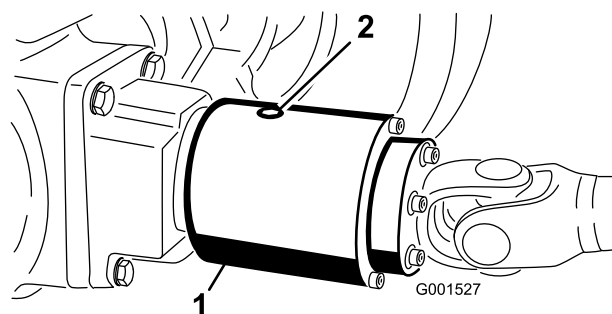

図 65
2. 点検プラグが4時の位置にくるようにクラッチ 図 65を回す。